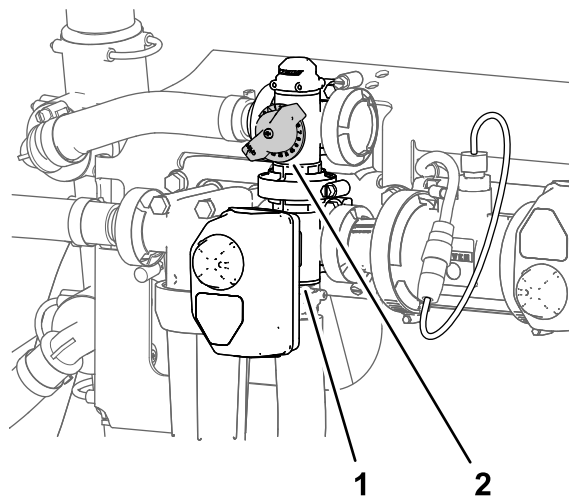

Рисунок 32
11. Отрегулируйте перепускной клапан перемешивания (Рисунок 32) на задней стороне клапана перемешивания так, чтобы давление в системе опрыскивания, показываемое манометром, составляло 689 кПа.